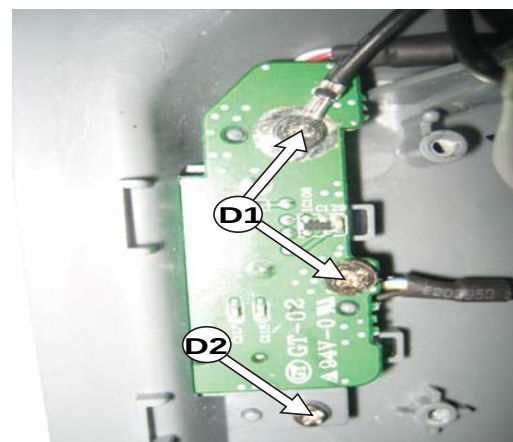

Figura 4
- 2) Solte os 2 parafusos "D1"(S2 x2) para liberar o painei USB como mostra a figura 4.
3) Solte o parafuso "D2"(S2) para remover a Tampa USB Cover como mostra a figura 4.